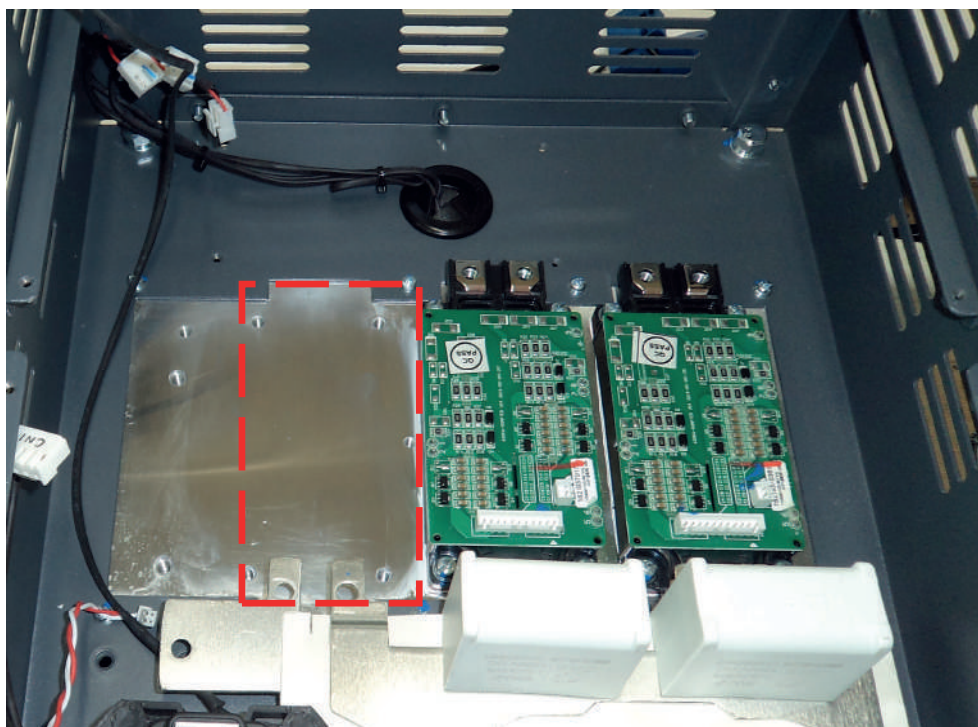

Рис.7.11
- 7.5.1. Удалить бязевой салфеткой, смоченной в СБС, остатки теплопроводного компаунда в месте установки силового модуля IGBT (рис.7.11, красный контур).